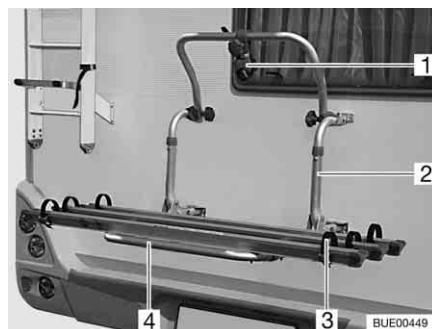

Fig. 4 Portabiciclette, non abbassabile
Con il portabiciclette (Fig. 4,2) è possibile trasportare comodamente 2 biciclette. È possibile un ampliamento a 3 biciclette.
- Ribaltare la staffa orientabile telescopica (Fig. 4,4) verso il basso.
- Sistemare le biciclette e legarle con la cinghia Quick (Fig. 4,3).
- Fissare il distanziatore (Fig. 4,1) sul telaio della bicicletta esterna.